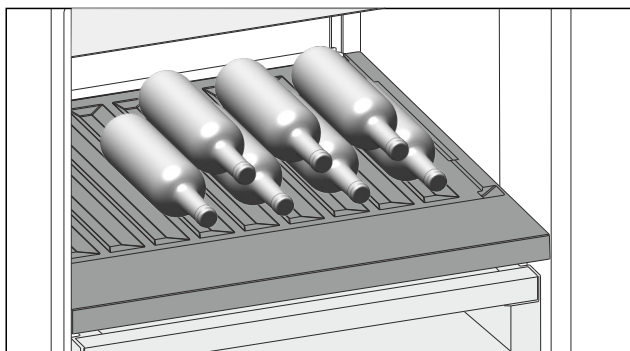

Fig. 213 Shembull ilustrues
- Shtrini shishet me fundin të drejtuar në faqen e pasme të frigoriferit. (shihni Fig. 213)